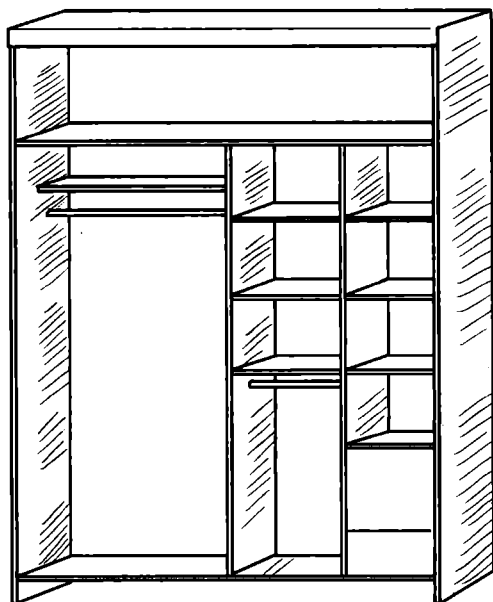
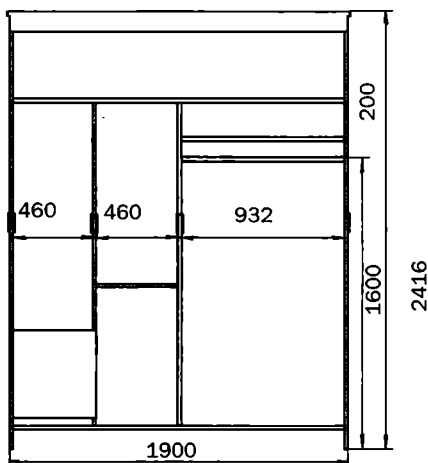

Рис. 133. Предварительный эскиз шкафа-купе
Рис. 134. Первоначальная схема, дополненная размерами
7. Расстояние между полками составляет 250–400 мм. Полка для хранения головных уборов несколько уже — 240 мм при высоте 170 мм. Нарисуйте предварительный эскиз (рис. 133) и дополните первоначальную схему с учетом рекомендованных размеров (рис. 134).